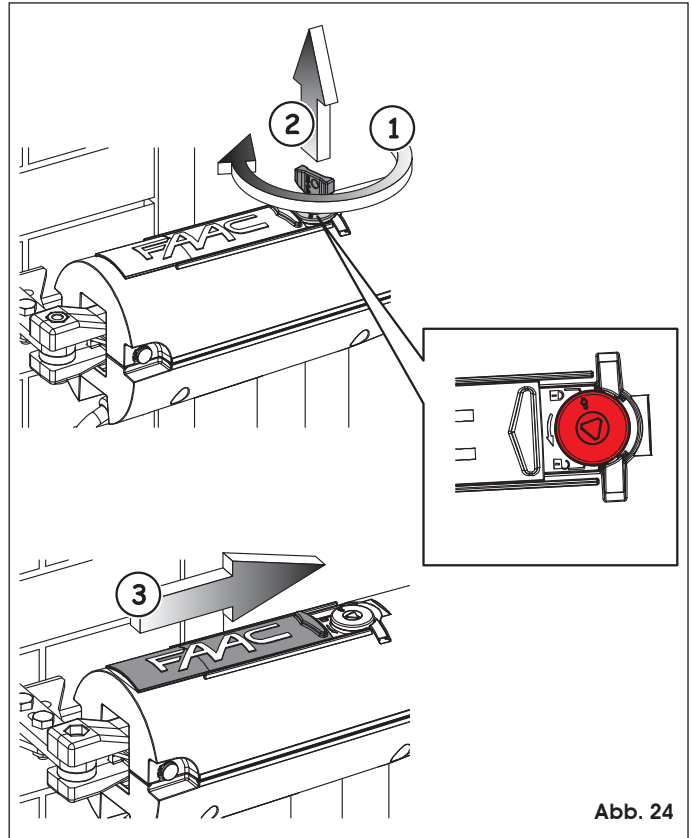

Abb. 24
2. Den Entriegelungsschlüssel im Uhrzeigersinn bis zum Anschlag drehen (Abb. 24, Bez. ①) und abziehen (Abb. 24, Bez.
②). Die Verriegelungsposition ist durch ein geschlossenes Vorhängeschloss angegeben.
3. Die Schutzkappe schließen (Abb. 24, Bez. ③)